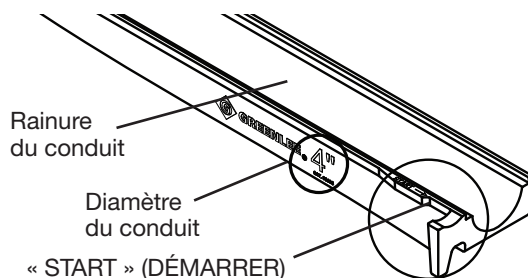

Figure 10
12. Avec les cornes tournées vers le vérin, insérer l'extrémité « START » (DÉMARRER) de la barre de serrage depuis la droite des fourches de connexion sur le rouleau. (Fig. 10)